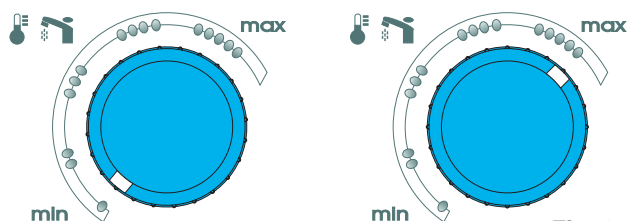

Fig. 12
Il est possible d'ajuster la température de l'eau en réglant le bouton (22) entre la position min et max (fig. 12)